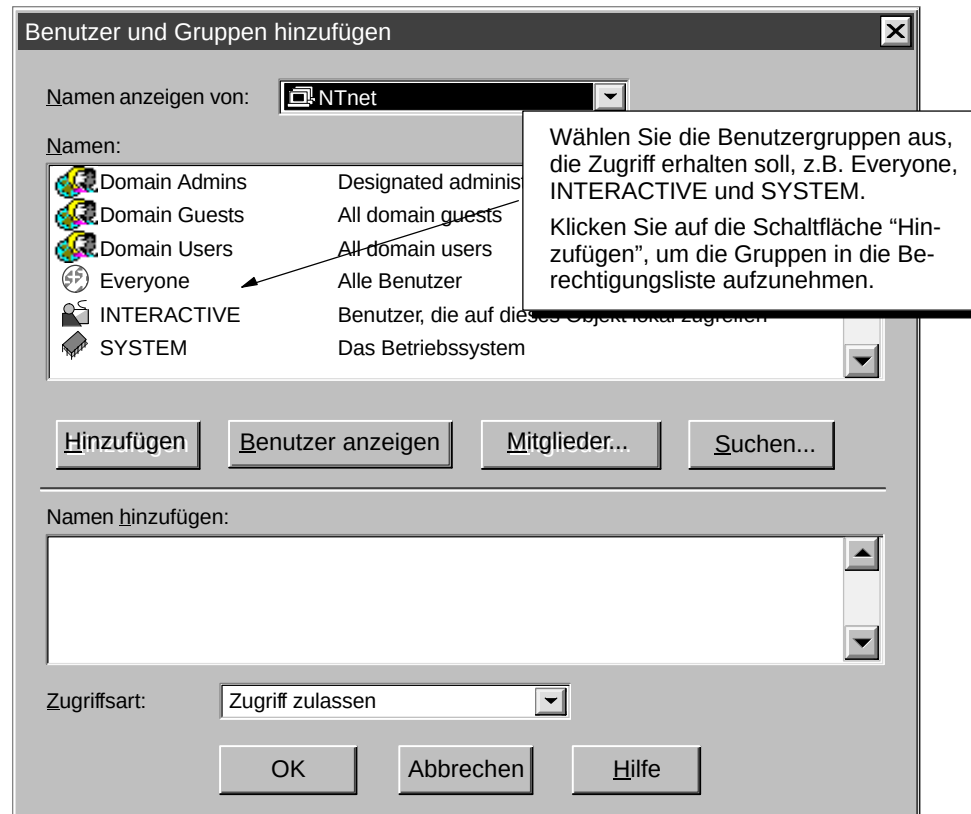

Bild E-8 Ändern der Startberechtigungen für Benutzer und Gruppen
2. Wählen Sie die Schaltfläche "Hinzufügen", um das Dialogfeld "Benutzer und Gruppen hinzufügen" aufzurufen und die Sicherheitseinstellungen für den Zugriff auf den Server zu ändern (siehe Bild E-8).
3. Wählen Sie im Feld "Namen" im Dialogfeld "Benutzer und Gruppen hinzufügen" (Bild E-8) die Option "Everyone" (oder die gewünschte Benutzergruppe) und klicken Sie auf die Schaltfläche "Hinzufügen".